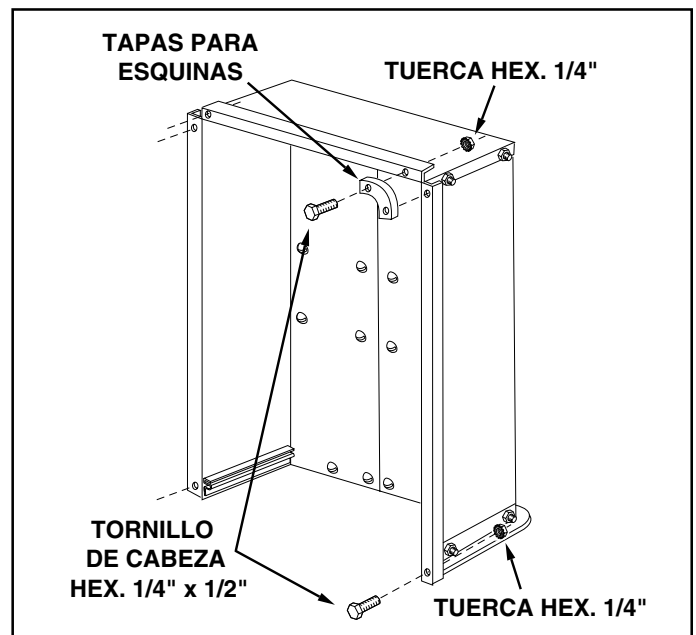

FIGURA 8
12. Coloque las dos tapas de las esquinas en las esquinas delanteras del carrito utilizando cuatro tornillos con cabeza hexagonal 1/4"x 1/2" y tuercas hexagonales 1/4". Coloque también dos tornillos con cabeza hexagonal 1/4"x 1/2" y tuercas hexagonales 1/4" en las dos esquinas traseras del carrito. **APRIETE.** Vea la figura 8.